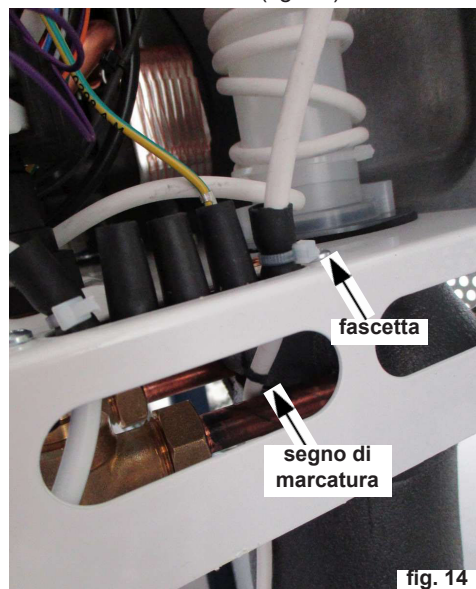

fig. 14
- Far scorrere il cavo scaldante posizionando il segno di marcatura in prossimità della rampa entrata acqua fredda bloccando il cavo sul passacavo con una fascetta (fig. 14).